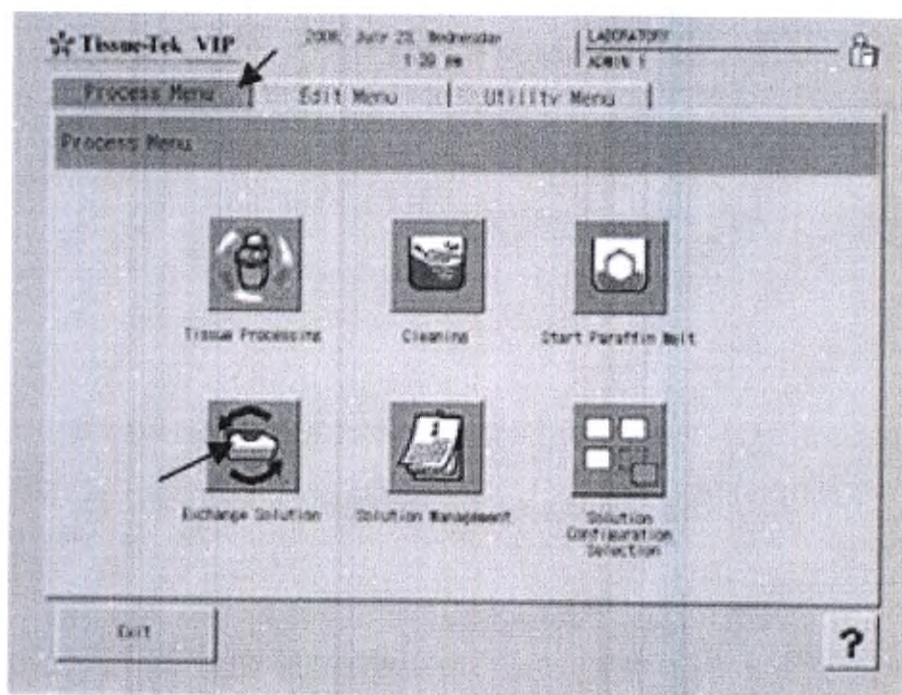

Рис. 27 Панель управления, кнопка «Замена растворов»
6. Выберите закладку «**Process Menu**» (Меню процессов) и нажмите кнопку **Exchange Solution** (Замена раствора) (Рис. 27).